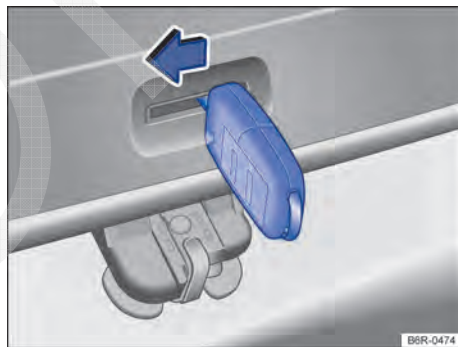

Fig. 162 Do lado de dentro do compartimento de bagagem: destravamento de emergência da tampa traseira.
- Inserir a haste da chave na abertura da tampa traseira → Fig. 162 e pressionar a alavanca de destravamento no sentido da seta, para destravar a tampa traseira. ◀